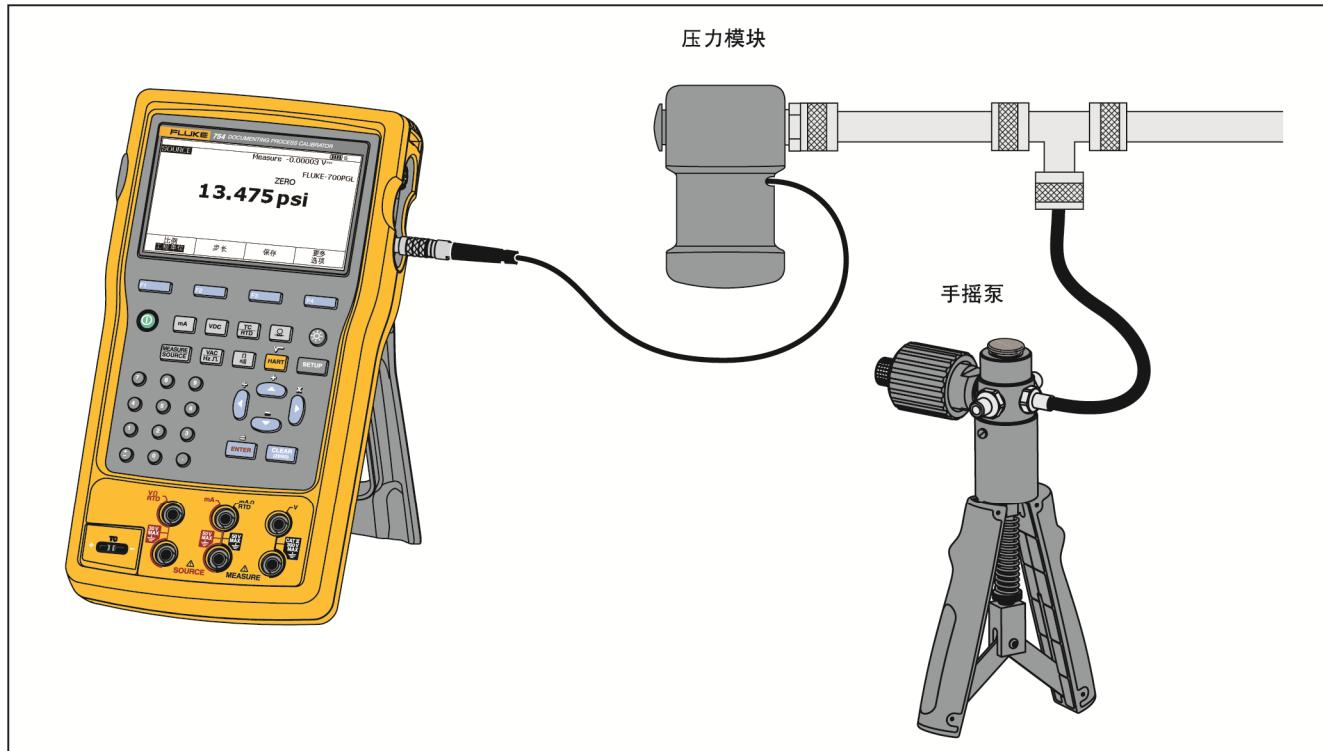

图 19. 输出压力的连接
本产品具有输出压力显示功能，此时需要外部压力手摇泵。可使用该功能来校准仪器，此时需要压力输出或差压测量值。有关此项应用的信息，请参阅图 19。
要使用输出压力显示，请参阅图 19：
1. 将压力模块和压力输出连接到产品，如图 19 所示。压力模块上的螺纹可接受 $\frac{1}{4}$ NPT 配件。如果必要，使用随附的 $\frac{1}{4}$ NPT 转 $\frac{1}{4}$ ISO 转接器。